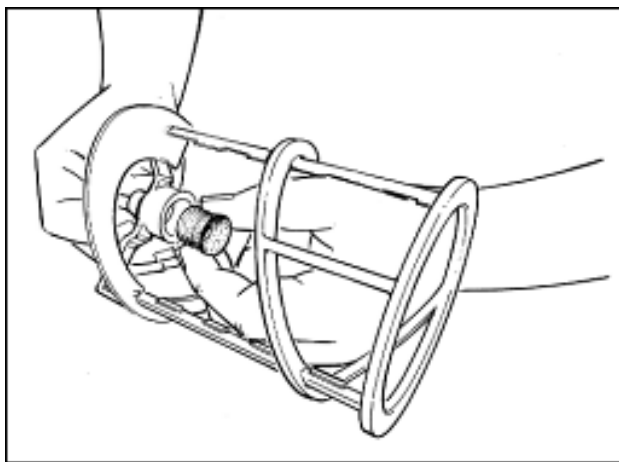

Fig. 13
- Inserire la guarnizione a ventosa all'interno della sua sede nella spirale prima di procedere al montaggio del gruppo così formato (Fig. 13).